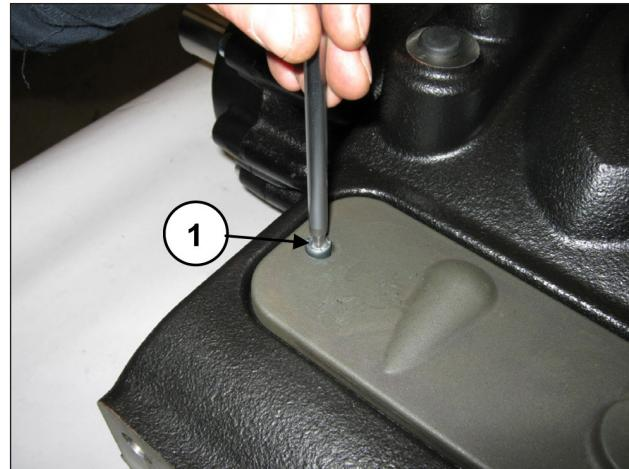

Fig. 169
Quitar la tapa de inspección superior aflojando los 2 tornillos de fijación (pos. ①, Fig. 169).